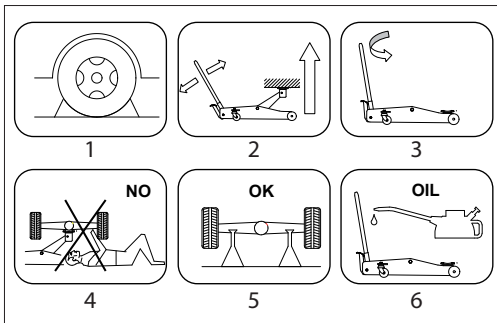

Fig. 05
- Verwenden Sie Keile, um eine Bewegung des Fahrzeugs zu verhindern(Fig.05(1)). Steigen Sie nicht ins Fahrzeug ein und starten Sie nicht den Motor.
- Verwenden Sie den Wagenheber nie, um das Fahrzeug zu bewegen oder um es anheben zu lassen. Bitte benutzen Sie stets Unterstellböcke (Fig.05(5)).
- Den Wagenheber immer so positionieren, dass dessen Bedienung von unterhalb des Fahrzeugs ausgeschlossen ist (Fig.05(4)).
- Pumpen Sie mit der Hebelstange oder dem Fußpedal den Heber auf die gewünschte Höhe (Fig.05(2)). Achten Sie darauf, dass das Hydraulikventil geschlossen ist.
- Zum Ablassen der Last drehen Sie die Hebelstange langsam gegen den Uhrzeigersinn und (Fig.05(3)).